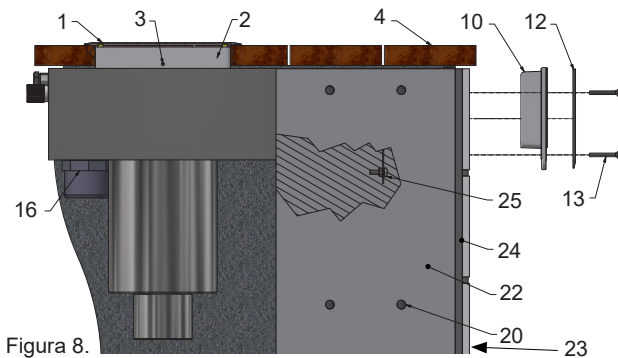
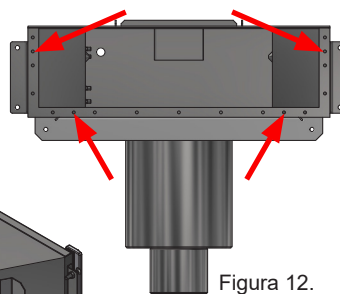

Figura 8.
Figura 12.
7. Monte el revestimiento de pared (fijo, azulejos, mosaicos, etc.). Asegúrese de que los orificios de montaje (de acuerdo con la figura 12) para el marco de fijación estén libres para poder montarlo más adelante.
8. Monte la tapa de la compuerta (17) y compruebe que esté montada correctamente en su sitio y pueda moverse.
9. Monte el marco de fijación (10) y el frontal (12) con los tornillos incluidos (4 uds. M5x40), consulte la figura 8.
12. El tubo de drenaje (14) se pega al manguito (15) con un pegamento para PVC adecuado y se monta en el desagüe de desbordamiento con la junta y la boquilla incluidas (16). Conecte los conectores del tubo a las extensiones.